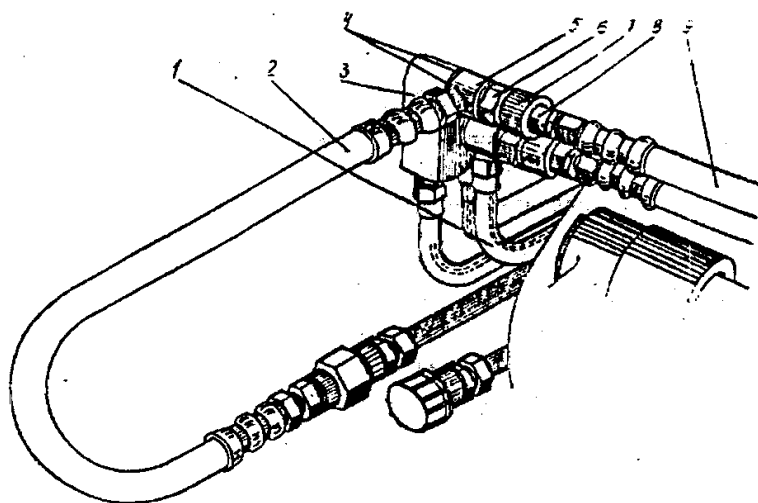

Рис. 21. Соединение гидросистемы вил с гидросистемой трактора ЮМЗ:
- 1) отсоединить РВД 9 (рис. 21) задней навесной системы трактора, открутив накидные гайки 7 полумуфт 8;